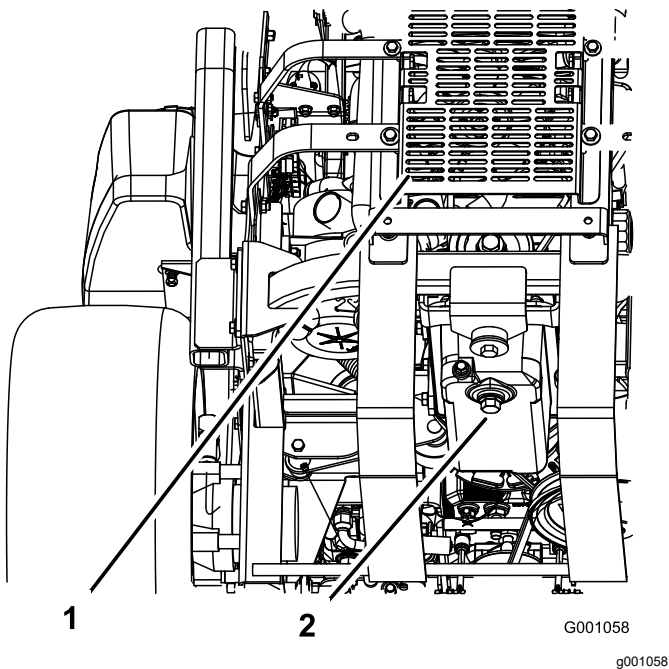

Bild 61
5. Stellen Sie eine Auffangwanne unter die Ölablassschraube. Entfernen Sie die Ablassschraube (Bild 61) und lassen das Öl vollständig ablaufen.